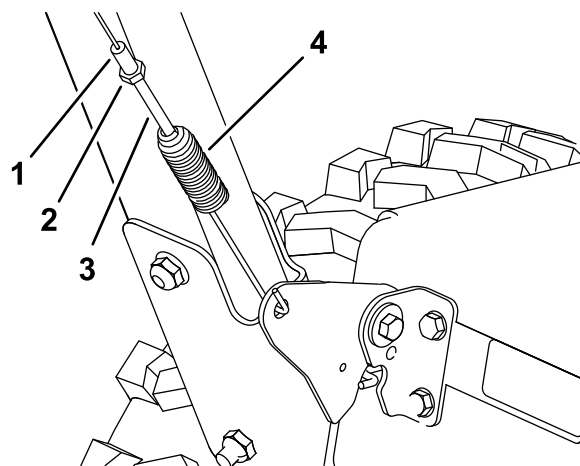
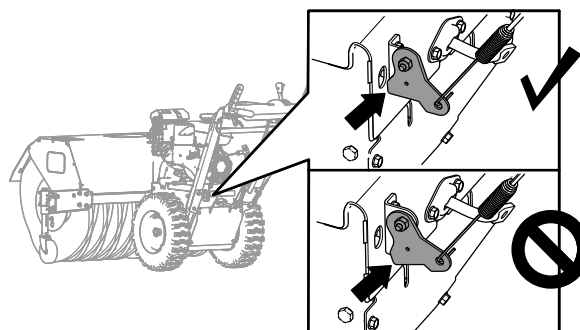

Figura 34
Figura 35
1. Afloje la contratuerca (Figura 34).
2. Gire el ajustador de tensión del muelle hasta que el cable esté tensado (Figura 34) y la parte inferior del soporte toque la placa superior de la máquina (Figura 35).
3. Apriete la contratuerca (Figura 34).